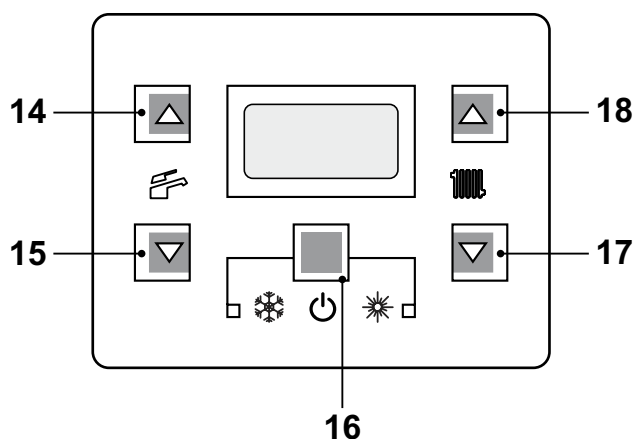
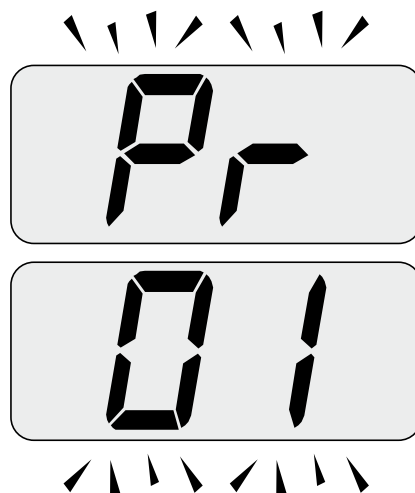
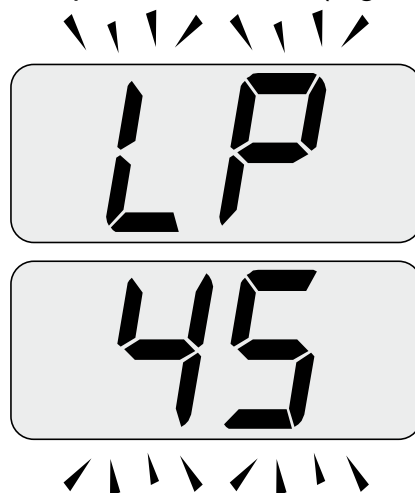

Figura 9.14
Figura 9.15
Figura 9.16
- Entrare in "modalità programmazione" premendo contemporaneamente per 10 secondi i tasti 16 - 17 - 18 (Figura 9.14) fino a far apparire sul display LCD le lettere **Pr** che si alternano con il codice **01**, indicanti l'entrata nel "parametro 01"(Figura 9.15).
- Premere contemporaneamente i tasti 17 e 18 (Figura 9.14) fino a far apparire sul display LCD le lettere **LP** che si alternano con il valore di temperatura dell'acqua di riscaldamento (es. **45**), indicanti l'entrata nell'attivazione della "funzione spazzacamino" alla potenza minima (Figura 9.16).
- Ripremendo contemporaneamente per 10 secondi i tasti 16 - 17 - 18 (Figura 9.14